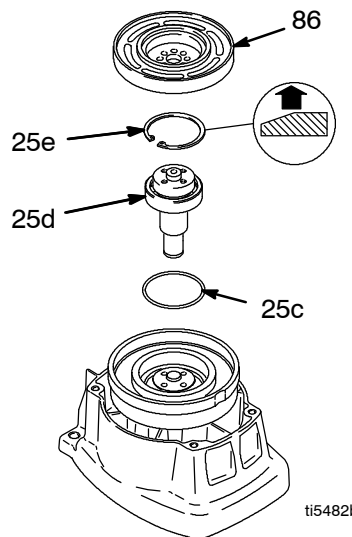

Fig. 6
7. Fig. 6. Enlever le circlip (25e).
6. Fig. 6. Examiner le joint torique (25c) et le remplacer s'il est détérioré ou manquant.